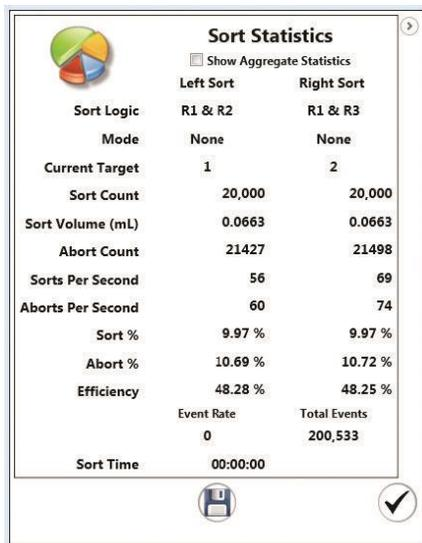

Рис. 71. Окно Sort Statistics (Статистика сортировки)
15. Щелкните на **Start Sort** на панели управления прибора. Откроется окно Sort Statistics, и запустится процедура сортировки (Рис. 71). Окно Sort Statistics можно снова открыть, используя кнопку статистики сортировки на панели инструментов Home. Щелкните на стрелке в верхнем правом углу для разворачивания окна и отображения таблицы со статистическими данными.